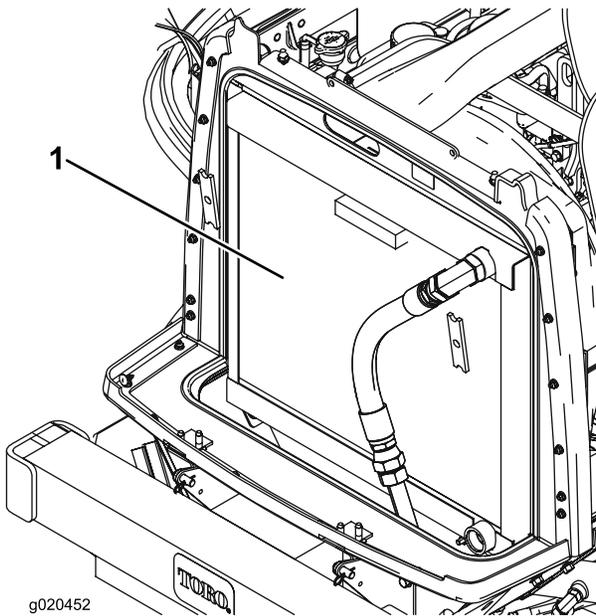

Figura 62
2. Pulite accuratamente entrambi i lati dell'area del refrigeratore dell'olio e del radiatore utilizzando aria compressa (Figura 62). Iniziate dal lato della ventola e fate uscire i detriti verso la parte posteriore. Successivamente eseguite la pulizia partendo dalla parte posteriore e soffiando l'aria verso la parte anteriore. Ripetete la procedura più volte fino a rimuovere completamente sporcizia e detriti.